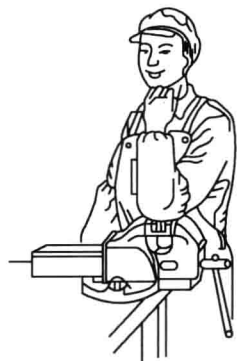

图1-2 台虎钳的高度
(2) 钳台(钳桌) 用来安装台虎钳、旋转工具和工件等。台虎钳高度为800~900mm,装上台虎钳后,钳口高度以恰好齐人的臂肘为宜(图1-2);长度和宽度随工作需要而定。
(3) 砂轮机 用来刃磨钻头、铰子等刀具或其他工具等,由电动机、砂轮和机体组成。
(4) 钻床 用来对工件进行各类圆孔的加工,有台式钻床、立式钻床和摇臂钻床等。